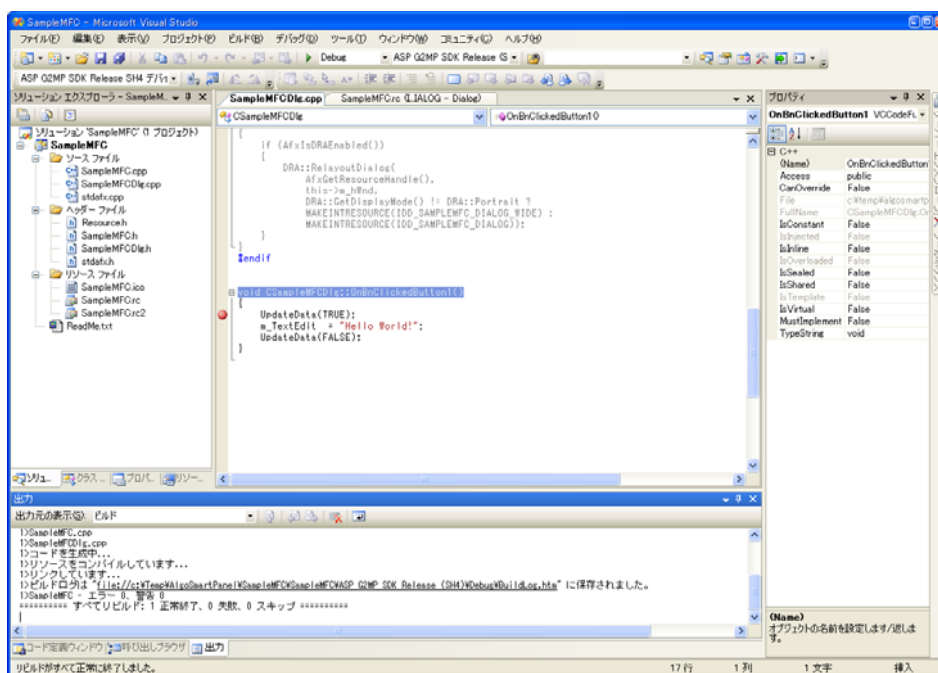

図 4-4-2-1. デバッグ準備
- ① Visual Studio 2005 を起動し、「4-4-1 アプリケーションの作成」で作成したプロジェクトを開きます。
- ② メニューから[ビルド]-[構成マネージャ]を選択し、[アクティブ ソリューション構成]を[Debug]にします。
- ③ ソリューションをビルドします。ブレークポイントなどを設定し、デバッグの準備をします。(図 4-4-2-1)
- ④ メニューから[デバッグ]-[デバッグの開始]を選択すると、Algo Smart Panel にプログラム転送され、プログラム起動がします。(図 4-4-2-2)